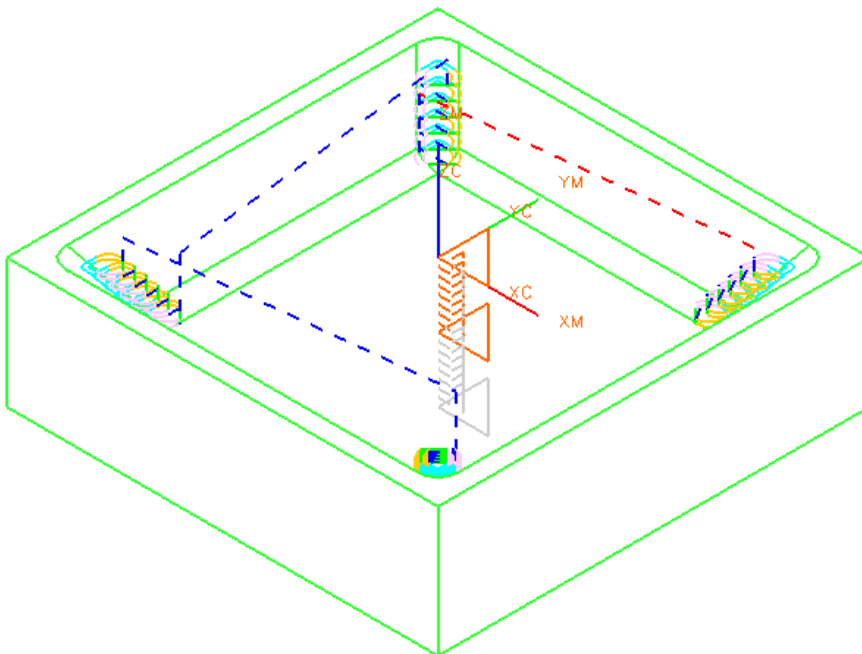

图 5-63
- 单击  验证刀轨，单击 Compare 比较，显示如图 5-63 所示的加工结果：拐角余量较多。